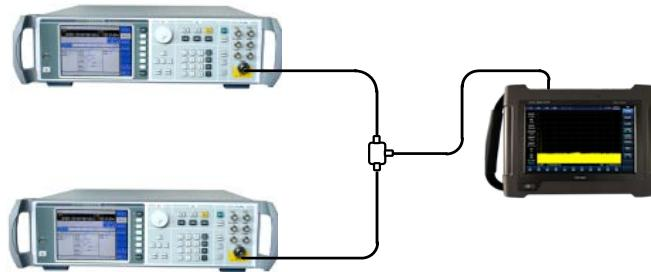

图 3.11 测试两个输入信号的仪器连接图
- 利用一个 T 型连接器, 将两台信号发生器的输出连接到 4025 的射频输入端口, 如图 3.11 所示。设置其中一台信号发生器的频率为 300MHz, 另一台信号发生器的频率为 301MHz, 两台信号发生器的输出幅度均设置为-20dBm, 调节两台信号发生器的信号输出幅度, 观察 4025 的显示信号, 使得 4025 显示的两个信号幅度相等。